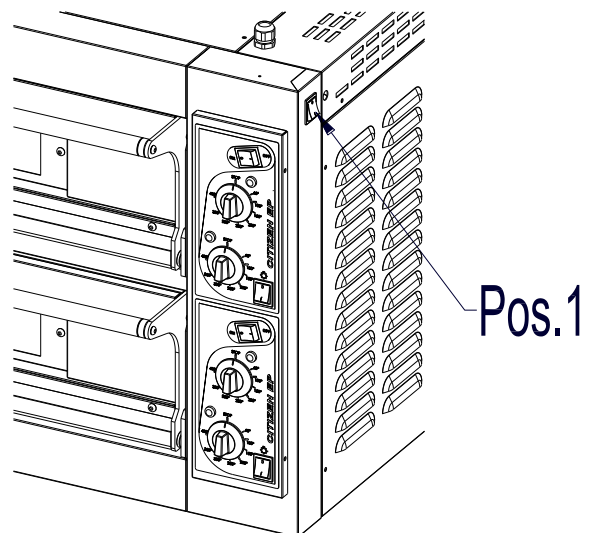

Fig.5.2
Quand l'interrupteur placé sur le côté latéral supérieur, par rapport au panneau de contrôle (voir fig. 5.2 pos.1) est en position «on», la hotte aspirante s'allume. Si l'interrupteur est positionné sur le «off», la hotte est éteinte.